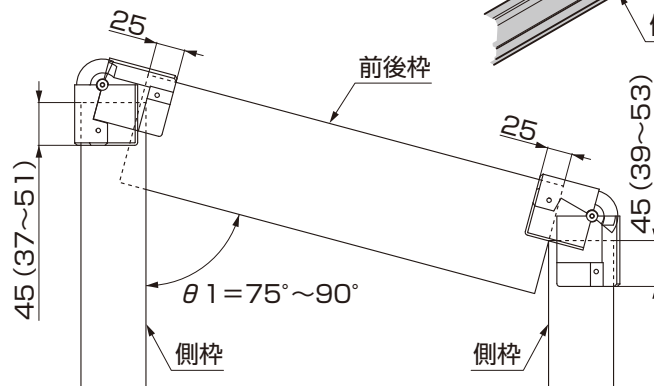

図5-8 前後枠・側枠の差込み寸法
- コーナーブロックの側枠、前後枠の差込み寸法は図5-8を参照してください。
- ①側枠をタイトフレームに本体に同梱の「折板固定用笠ワッシャー」、「ルーフボルトキャップ」で折板に取付けてください。
- ②折板の端部から22mmの位置にフェルトペンまたはテープなどで「印」をつけてください。